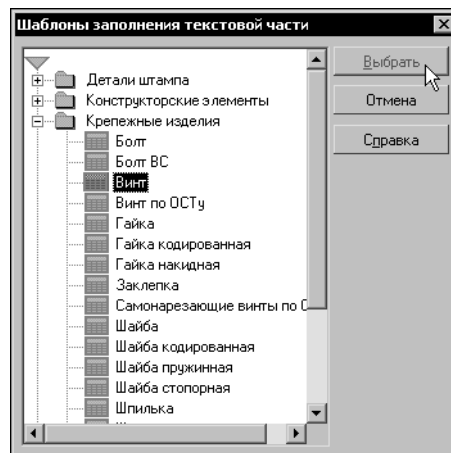

Рис. 12.10. Выбор шаблона заполнения Винт
3. В появившемся диалоге раскройте раздел **Крепежные изделия** и выделите строку *Винт* (рис. 12.10). Нажмите кнопку **Выбрать**.